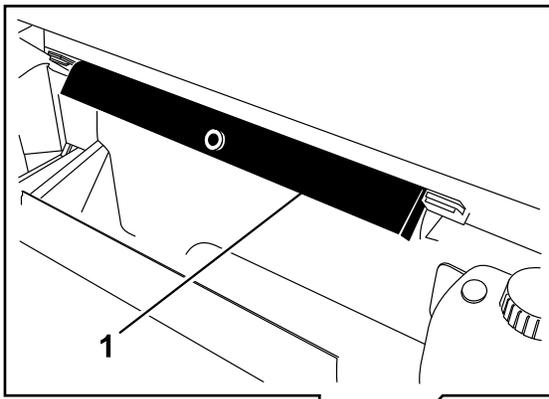

図 13
2. ROPS パネルの後ろについている保管用ブラケットから荷台サポート安全サポートを取り外す 図 13。